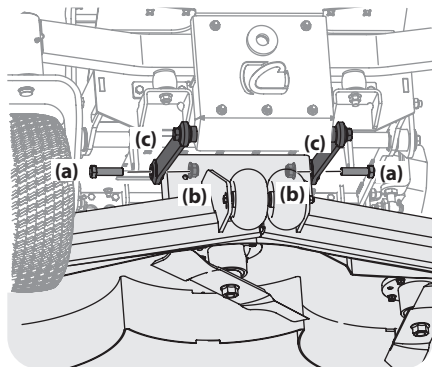

Figure 4-17
- Retirez les boulons hexagonaux (a) et les écrous autobloquants à bride (b) qui fixent les tiges de commande (c) au plateau de coupe. Voir Figure 4-17.